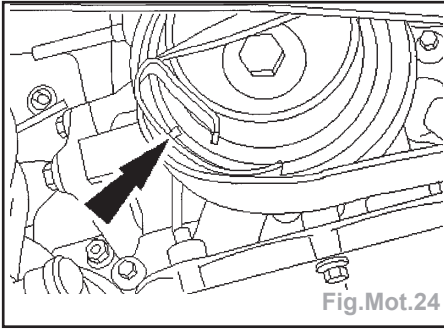

Fig.Mot.24
- Tourner le moteur jusqu'à ce que le repère de peinture se trouve à la position 8 heures (flèche) (Fig.Mot.24).